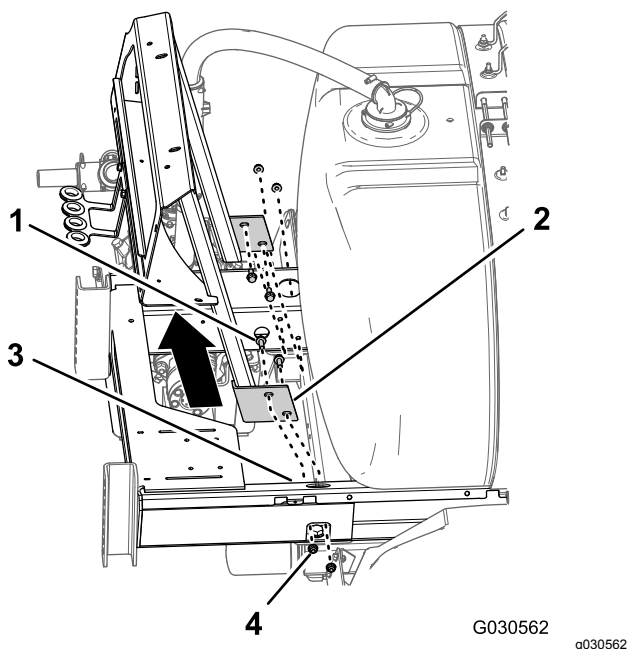

Figura 99
3. Retire los 4 pernos con arandela prensada ($\frac{3}{8}$ " x 1") y las 4 contratuercas con arandela prensada ($\frac{3}{8}$ ") que fijan la brida del bastidor del distribuidor al soporte del chasis del fumigador y retire el bastidor del distribuidor de la máquina (Figura 99).